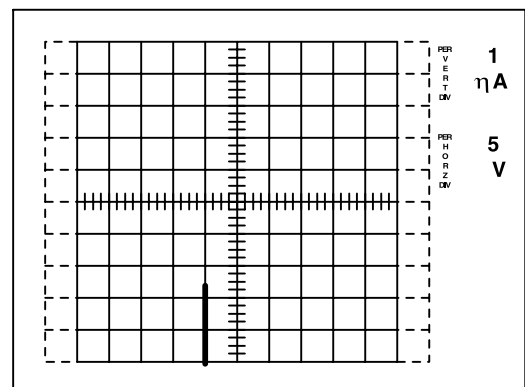

Рис.5. Ток утечки затвор-исток (I_{GSS}) при +20 В
9. Подключите прибор с помощью переключателя LEFT/RIGHT. Увеличивайте подаваемое на коллектор напряжение ручкой VARIABLE COLLECTOR SUPPLY, но не превышайте 20В, максимально разрешаемого напряжения затвора. Может потребоваться регулировка чувствительности по вертикали. Считайте величину тока утечки с дисплея (см.рис.5). Во многих случаях ток утечки будет в наноамперном диапазоне, в этом случае на луче будут доминировать токи, которые протекают через емкость прибора, в результате незначительных флуктуации напряжения, подаваемого на сток.